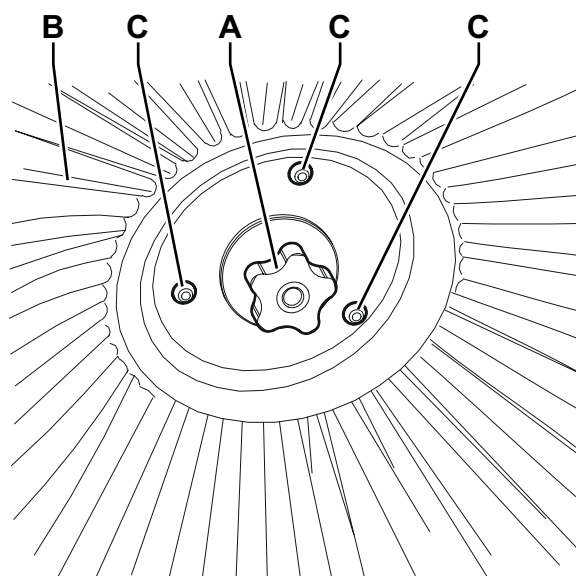

Рис. 7
2. Поверните ключ зажигания (2) в положение «0».
3. Ослабьте ручку (А, Рис. 7) внутри боковой щетки, затем снимите щетку (В), освободив ее из штырьков (С).